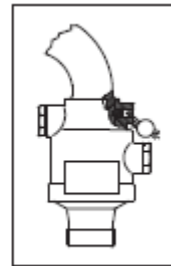

Bild 4
- Mit Metallkämpchen abdecken und plombieren (Bild 4).